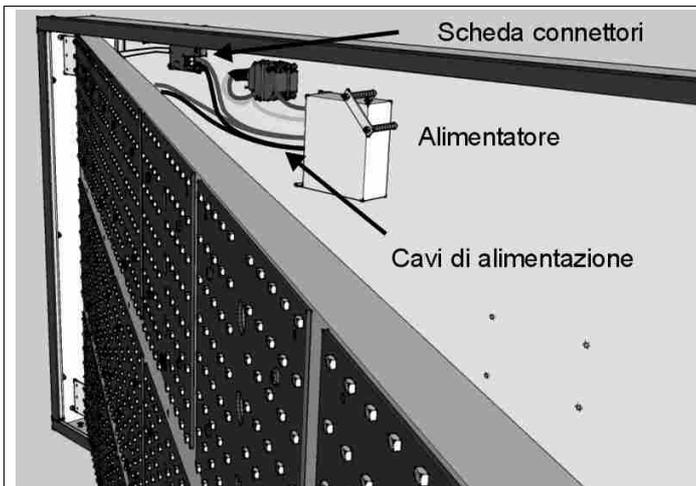

Fig. 16: Sostituzione scheda connettori
2. Individuare la scheda connettori (Fig. 16); togliere da essa tutti i collegamenti prendendo nota della loro posizione.
2. Individuare l'alimentatore (Fig. 16, Fig. 18) da sostituire e, con un cacciavite a croce, scollegarne i cavi dalla morsettiera prendendo nota della loro posizione.